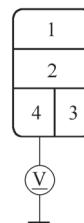

图 5-133 测量压缩机离合器 4P 插座的 N4 号端子和车身搭铁之间的电压
8) 如图 5-133 所示，测量压缩机离合器 4P 插座的 N4 号端子和车身搭铁之间的电压，检查是否为蓄电池电压。如果不是，维修仪表板下熔丝 / 继电器盒中的 30 号熔丝和压缩机离合器继电器之间的导线开路故障；如果是，进行下一步检查。